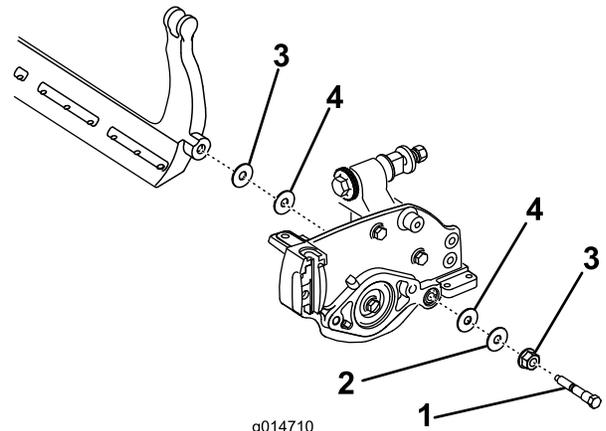

Bild 19
4. Nehmen Sie jede Schraube des Untermesserträgers ab, damit der Untermesserträger nach unten gezogen und von der Maschine entfernt werden kann. Bewahren Sie die beiden Nylon- und die beiden Scheiben aus gestanzten Stahl an jedem Ende des Untermessers auf (Bild 19).